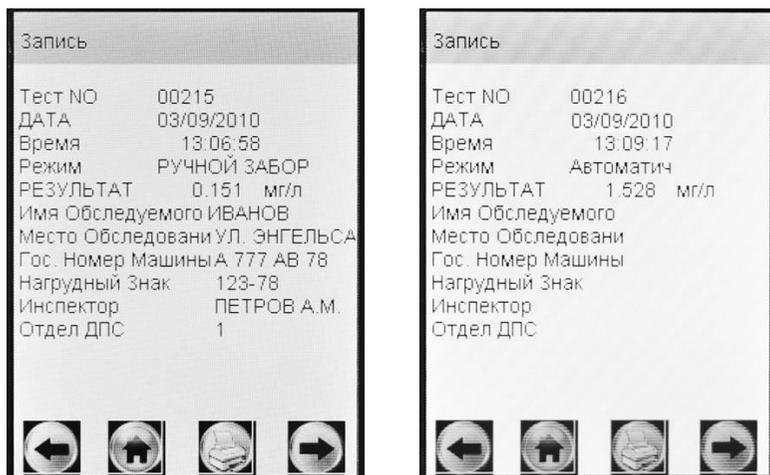
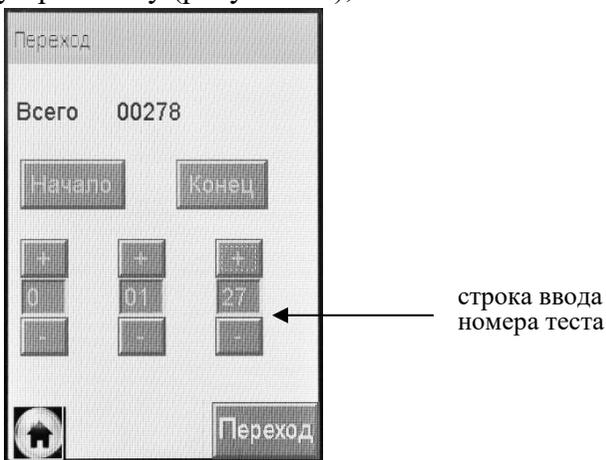

Рисунок 24 – Просмотр памяти
Рисунок 25 – Быстрый переход к требуемому протоколу
На сенсорном экране появится окно «**Запись**» с протоколом последнего измерения или последнего просмотренного протокола (рисунок 24).
2.12.2 Если измерения производились в режиме измерений с вводом данных, результаты измерений хранятся в памяти совместно с автоматически сохраняемыми данными (дата, время и т.д.) и с данными, введенными в предназначенные для заполнения поля (рисунок 24, слева).
2.12.3 Если измерения производились в режиме измерений без ввода данных, в памяти хранятся только результаты измерения совместно с автоматически сохраняемыми данными (рисунок 24, справа).
– находясь в окне «**Запись**» (рисунок 24), нажмите на кнопочной клавиатуре анализатора клавишу ; на экране появится окно перехода к требуемому протоколу (рисунок 25);